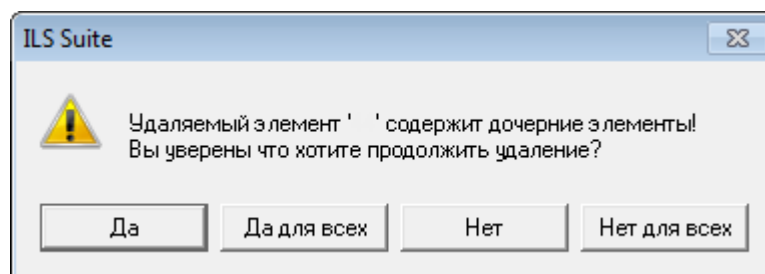

Рис. 9-11 – Сообщение о наличии в разделе вложенных объектов
5) В том случае, если раздел не содержит дочерних элементов (разделов или объектов справочника), он удаляется без вывода информационного сообщения. Если же раздел справочника содержит другие разделы или объекты справочника, об этом сообщается в диалоговом окне (рис. 9-11).